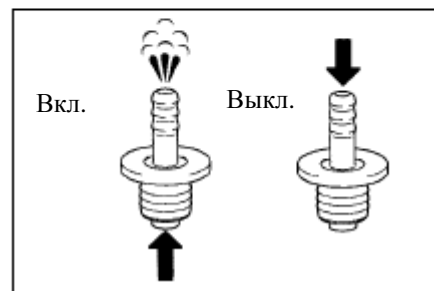

Рис. 273
(1) Проверьте вакуумный проточный клапан.
- в. Проверьте работу клапана. (рис. 273)